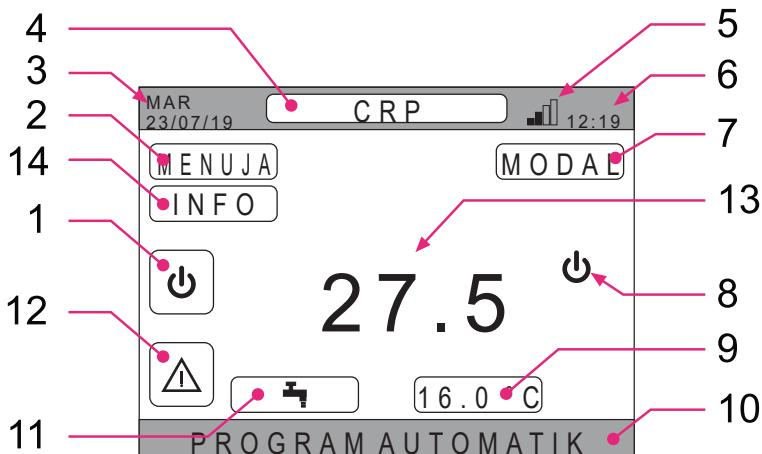

fig. 21 - Ekrani kryesor
Duke shtypur butonin ✓ në fushën aktive "Sistemi" (ref. 1 - fig. 21), hyjnë menynë nga e cila mund të modifikohet statusi i punës së sistemit dhe të aktivizohet ose çaktivizohet funksioni "Prodhimi i ujit të ngrontë për shtëpi" (menyja SANITAR).
2 - fig. 21) mund të shfaqen disa informacione të sistemit dhe mund të ndryshohen disa cilësimë të tij.
Duke shtypur vazhdimisht butonin ✓ në fushën aktive "Zona e përzgjedhur/Ndryshimi i zonës" (ref. 4 - fig. 21) mund të spostoheni në zonën që dëshironi të monitoroni ose të modifikoni cilësimet e kësaj zone. Ndryshimi ndodh në mënyrë ciklike midis të gjitha zonave të konfiguruar.